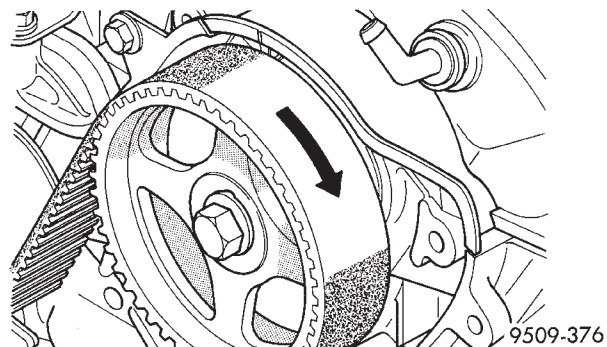

Abb. 52 Laufrichtung des Zahnriemens markieren
(1) Laufrichtung des Zahnriemens für den späteren Einbau markieren (Abb. 52).